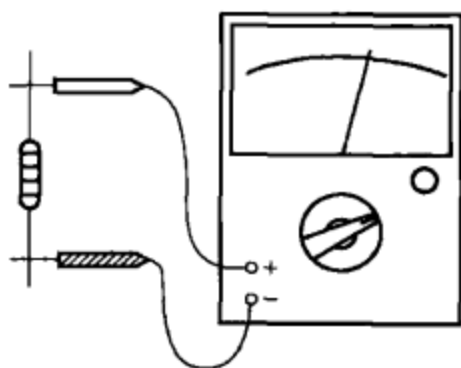

图 1-18
(3) 测量。将万用表两表笔（不分正、负）分别与电阻器的两端引线相接，如图 1-18 所示，表针应指在相应的阻值刻度上。如表针不动、指示不稳定或指示值与电阻器上标示值相差很大，则说明该电阻器已损坏。